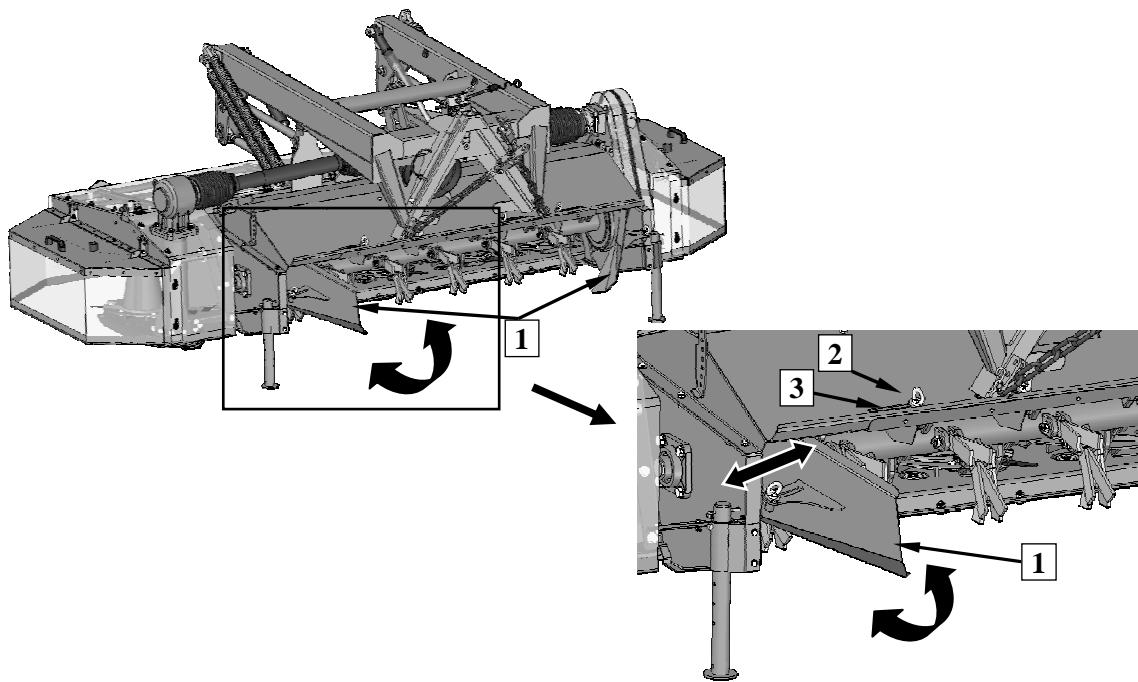

Рис. 21. Регулировка скребков покоса: 1 - скребок покоса, 2 – регулировочный болт, 3 - рулевое колесо покоса
С целью установки ширины покоса следует совершить регулировку скребков покоса (1) (Рис. 21) (касается: KDF S(SL)):
- травить болт с петлей (2) скребка покоса,
- установить скребок покоса (1) в зависимости от требования,
- докрутить болт (2),
- равномерное раскладывание покоса можно регулировать рулевыми колесами (3) аналогичным образом как регулируются скребки.